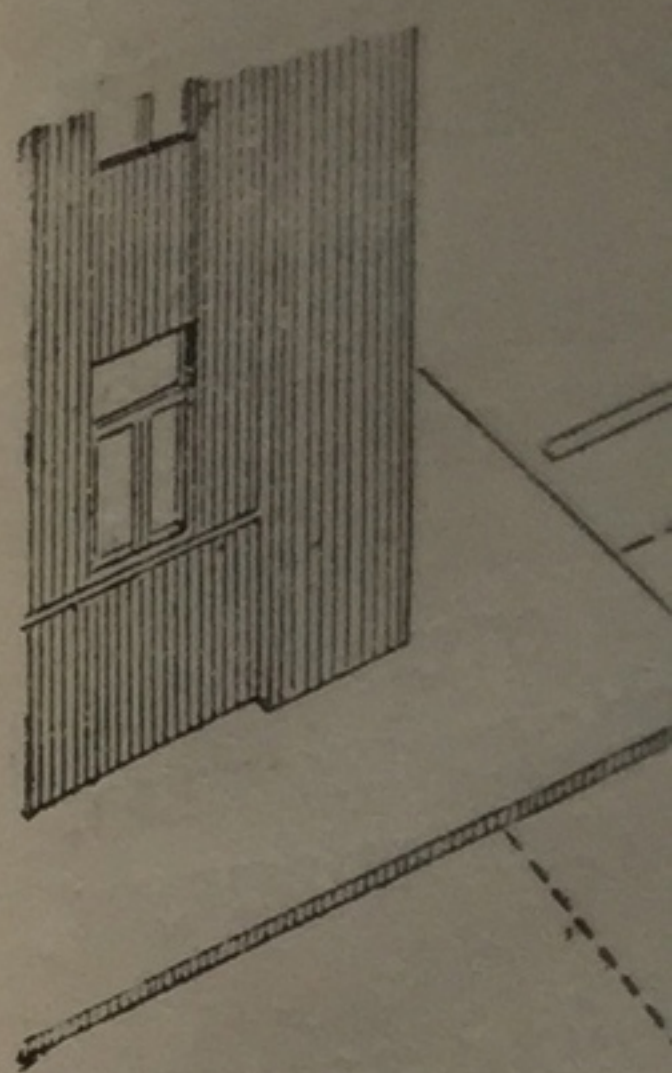

Рис. 47. Схе
- при движении в два ряда поворачивающие направо занимают место в правом (первом) ряду, следующие прямо и налево — в левом (втором) ряду (рис. 47);